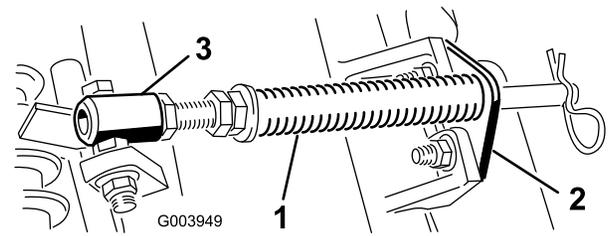

図 5
- カッティングユニットのタブにロッドブラケットを固定しているキャリッジボルト2本を外す **図 5**。
- スプリングチューブのボルトをキャリアフレームのタブに固定しているフランジナット **図 5** を外す。アセンブリを取り外す。